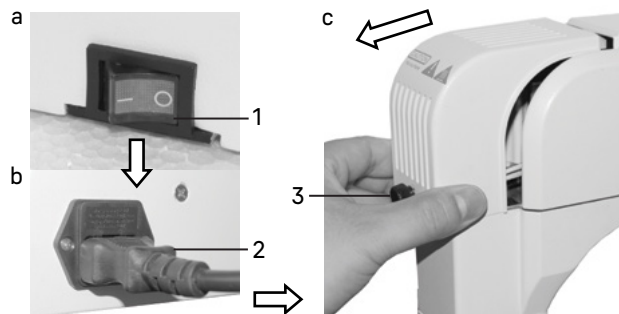

Рис. 28. Замена лампы
- Выньте шнур питания 2 из гнезда. Ослабьте винт 3, снимите крышку фонаря лампы в направлении, указанном стрелкой на рис. 28с. Выньте неисправную лампу и замените ее новой. Закройте крышку, закрепите винтом.